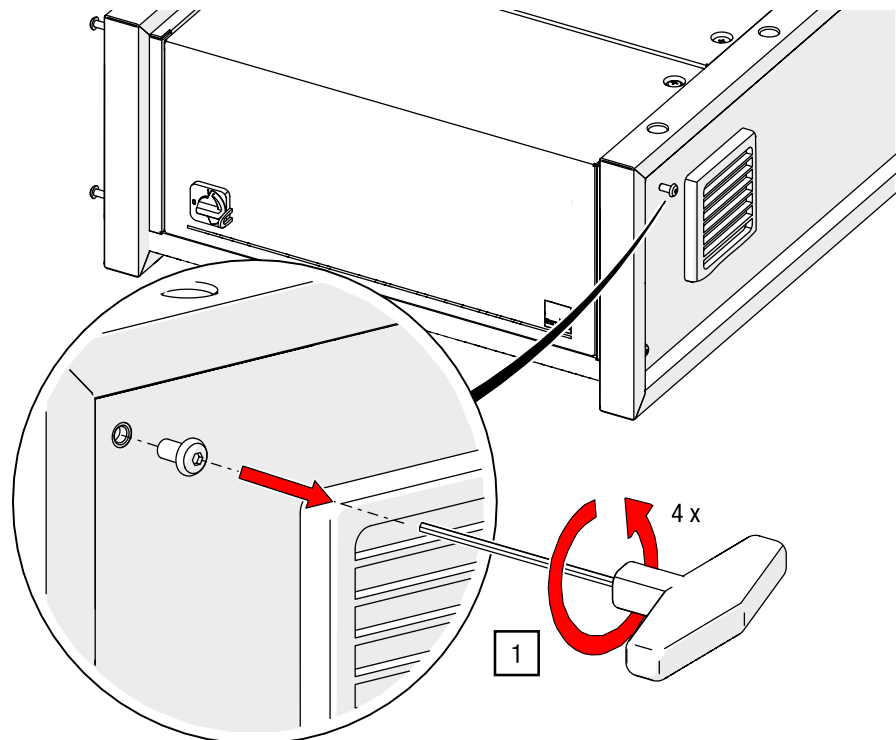

Abb. 20: Steuerung G-FRAME Schrauben für Montagewinkel lösen (Steuerungsmodell kann abweichen)
Steuerung G-FRAME	Das Bedienfeld ist an Frontseite der liegenden Steuerung montiert (siehe Abb. 20).
1. Lösen Sie die vier beidseitig vormontierten Innensechskantschrauben im vorderen Bereich des Gehäuses mit dem ISK SW 4 (siehe Abb. 20).